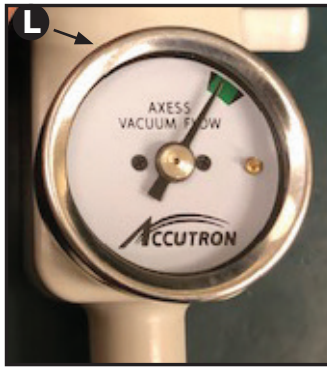

Figure 4
6. **RFS™ Scavenging Circuits:** Adjust the flow on the RFS Vacuum Controller using knob  so that the needle is in the green zone of the gauge  per Figure 4.
**In-line:** Adjust the flow on the In-line controller using knob  until the needle is in the green zone per Figure 4.
- RFS™ Scavengersysteme:** Stellen Sie den Durchfluss am RFS-Vakuumregler mithilfe des Drehknopfes  ein, sodass sich die Nadel im grünen Bereich des Messgeräts  befindet, siehe Abbildung 4.
**Inline:** Stellen Sie den Durchfluss am Inline-Regler mithilfe des Drehknopfes  ein, sodass sich die Nadel im grünen Bereich des Messgeräts befindet, siehe Abbildung 4.